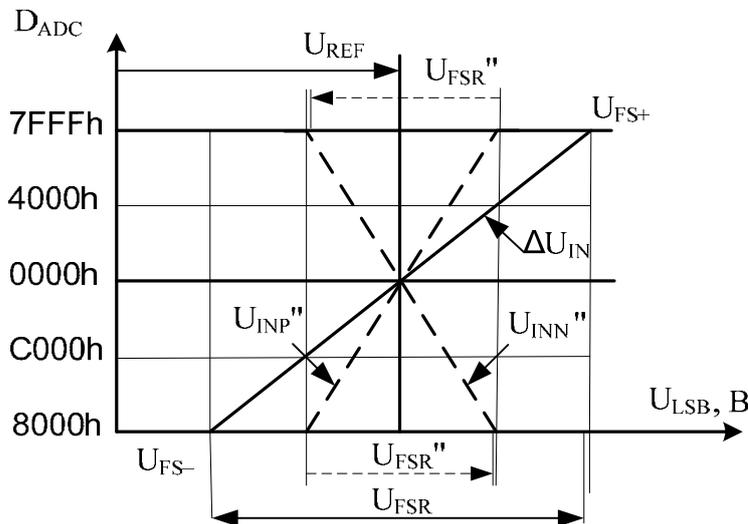

Рисунок 16.4 – Передаточная характеристика каналов АЦП
- АЦП выполняет несколько функций, таких как: временная дискретизация, квантование по уровню, кодирование, аналого-цифровые преобразования. Передаточная характеристика преобразования напряжения ΔU_{IN} между входами канала АЦП в режиме дифференциального и одиночного входа приведена на рисунке 16.4 сплошной линией. В дифференциальном режиме передаточную характеристику АЦП также можно показать двумя прямыми относительно опорного напряжения U_{REF} по входам U_{INP} и U_{INN} (см. рисунок 16.4 пунктирные линии).
Для передаточной характеристики по входам относительно U_{REF} (рисунок 16.4, пунктирные линии) диапазон преобразования и шаг квантования делятся пополам. При этом коэффициент преобразования по каждому из входов относительно U_{REF} , с учетом (16.4) и (16.9), равен
Пример 1 – Из уравнения (16.7) рассчитаем допустимый диапазон напряжений преобразования между входами дифференциального усилителя 16-разрядного АЦП в режиме дифференциального или одиночного входа ($U_{INN} = U_{REF}$) при $PGA = 0$ дБ. Используя типовую зависимость, рисунок 16.4а, при номинальном $U_{REF} = 1,25$ В и температуре 25 °С, определяем $U_{FSR} = 1,5$ В. U_{FSR} также можно определить, используя выше приведенные соотношения (16.1) – (16.5). При $U_{FSR} = 1,5$ В (из (16.9) числовой коэффициент преобразования K_G равен $43690,8$. По определению, цифровой код АЦП 16-разрядного АЦП равен $D_{ADC} = 2^{16} = 65536$. Относительно опорного напряжения код АЦП одной полярности составит $D_{ADC} = \pm 2^{15} = \pm 32\,768$. Максимальная разница входного напряжения $\Delta U_{IN} = (U_{FS+} - U_{FS-}) = D_{ADC} / K_G = \pm 32\,768 / 43690,8 = \pm 0,75$ В (напряжение на входах относительно U_{REF}). Напряжение между входами АЦП ΔU_{IN} должно быть не более диапазона преобразования $U_{FSR} = 1,5$ В, см. рисунки 16.4, 16.4б.
Пример 2 – Из уравнения (16.7) при известном коэффициенте преобразования K_G (см. (16.9) можно определить выходной код АЦП. Для входного напряжения $\Delta U_{IN} = 0,375$ В = $\frac{1}{4}U_{FSR}$: выходной код $D_{ADC} = \Delta U_{IN} \cdot K_G = 0,375 \cdot 43690,8 = 16\,384 = 4000h$ (см. рисунок 16.4).
Рисунок 16.4а – Типовая зависимость диапазона преобразования каналов АЦП от опорного напряжения в диапазоне рабочих температур при $PGA = 0$ дБ, $U_{CC2} = 3,3$ В
При $PGA = 0$ дБ диапазон входных напряжений преобразования между входами дифференциального усилителя АЦП в режиме дифференциального и одиночного входа равен диапазону преобразования U_{FSR} сигма-дельта модулятора АЦП (см. рисунок 16.4а). Входные напряжения при непрерывном преобразовании АЦП должны иметь 10 % запас от границ номинального диапазона преобразования. Дифференциальное включение входов АЦП позволяет избавиться от синфазной помехи.